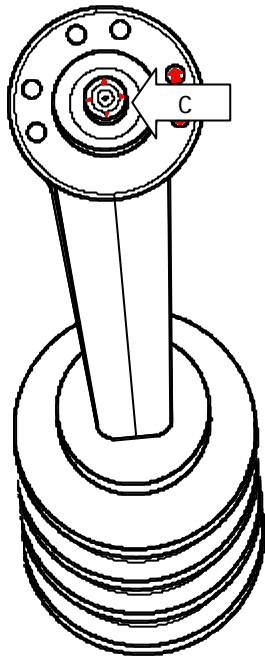
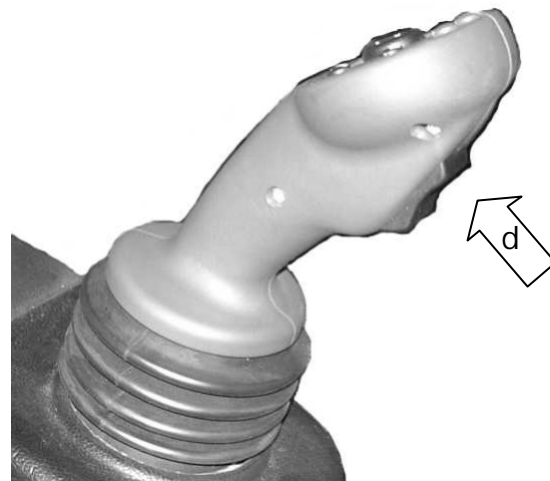

Abb. 1
Abb. 2
Der Lader verfügt über einen hydrostatischen Fahrtrieb mit 2 Fahrstufen (Gängen). Zusätzlich ist das Getriebe mit zwei Fahrgruppen ausgestattet, die elektrohydraulisch geschaltet werden. Die Fahrgruppen werden über den Kippschalter (a) und den Reset-Taster (b), der Hydrostat mit Hilfe des Fahrschalters (c/ Abb. 1) und des Gangschalters (d/ Abb. 2) geschaltet.
2. Fahrshalter (c) in Neutralstellung bringen (Abb. 1)